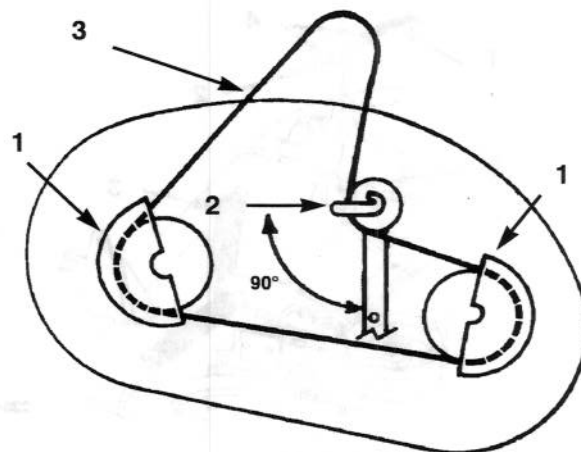

Bild 48
2. Die Befestigungsschraube der Laufscheibenabdeckung und -abdeckungen von beiden Messerbalkenlaufscheiben entfernen (Bild 48).
3. Schraube und Mutter, mit denen die Mitläuferscheibe und Riemenführungen abgesichert werden, lockern, aber nicht entfernen (Bild 48).
2. Die Mitläuferscheiben-Riemenführung so stellen, daß sie nach links gerichtet ist, d.h. 90° zum Mitläuferarm (Bild 48). Die Befestigungsschraube und Kontermutter, mit denen die Mitläuferscheibe und Riemenführung abgesichert werden, festziehen.
3. Die linken und rechten Laufscheibenabdeckungen mit den Befestigungsschrauben montieren (Bild 48).